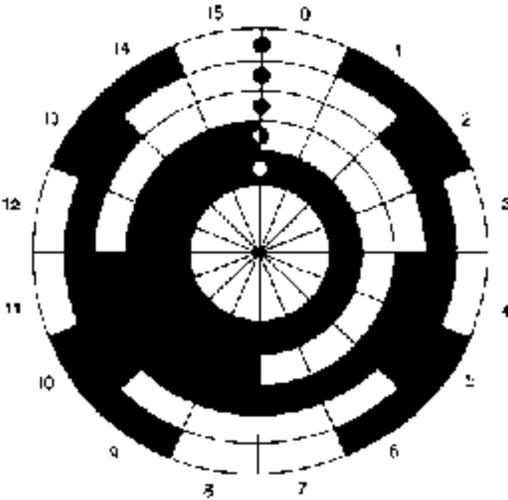

Figura 1
- a) Transductores de posición numéricos del tipo absoluto llamados codificadores absolutos. En ellos está codificado (en código Gray, BCD o binario) cada uno de los incrementos de posición, a partir de una referencia que es cero, de modo que la posición puede ser determinada directamente. En la figura 1 se muestra un disco codificado en código Gray de 16 posiciones.